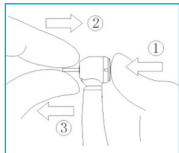

Fig. 8-1
Die Drucktaste vorsichtig mit dem Daumen drücken und gleichzeitig das Instrument einsetzen (Abb. 8-1①②).
Die Drucktaste mit dem Daumen drücken und gleichzeitig das Instrument herausziehen (Abb. 8-1①③).